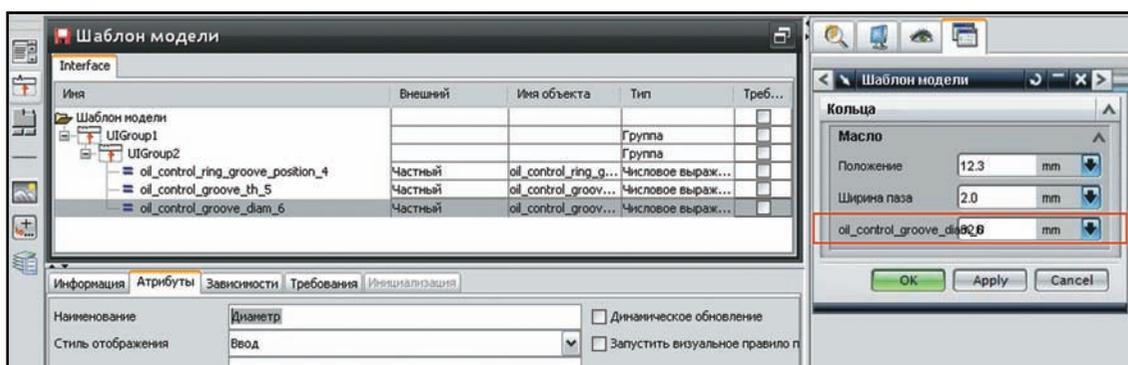

Рисунок 10.12 Назначение атрибутов
- Поочерёдно выбирая в левом верхнем окне строки параметров в подгруппе, в нижнем левом окне на вкладке **Атрибуты** дайте осмысленные имена каждому элементу диалогового интерфейса (рис. 10.12).